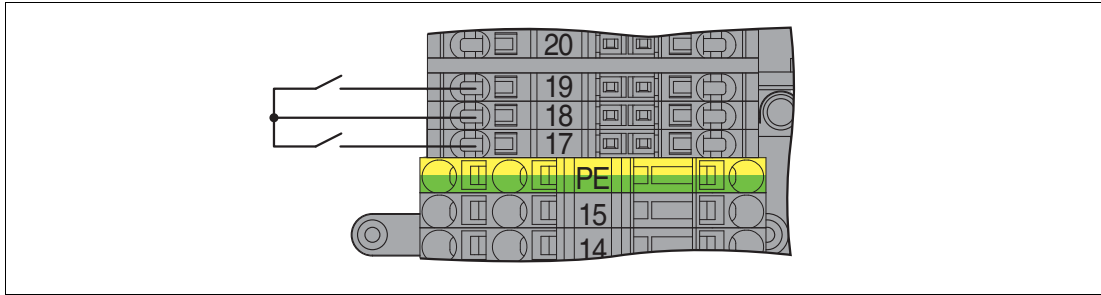

Abbildung 4.6 Anschluss der Ausgangsabschaltung
- Um die busunabhängige Ausgangsabschaltung der E/A-Module auf den Steckplätzen 1 bis 10 zu benutzen, ersetzen Sie die Steckbrücke 18/19 durch einen externen, potenzialfreien Kontakt. Siehe Abbildung 4.6.
- Um die busunabhängige Ausgangsabschaltung der E/A-Module auf den Steckplätzen 11 bis 20 (nicht bei FB9261BP10220.X) zu benutzen, ersetzen Sie die Steckbrücke 17/18 durch einen externen, potenzialfreien Kontakt. Siehe Abbildung 4.6.